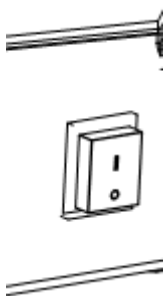

Figura 2
- Portare l'interruttore in posizione I e controllare che la ventola funzioni correttamente. (Figura 2)